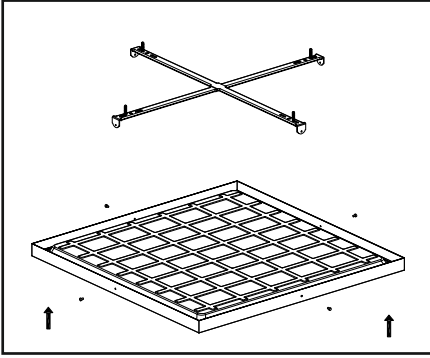

Рис. 2
- 5.12 Закрепите направляющие на поверхность и установите осветительный прибор с помощью 4 винтов, закрепив корпус осветительного прибора на направляющих (рис. 2).